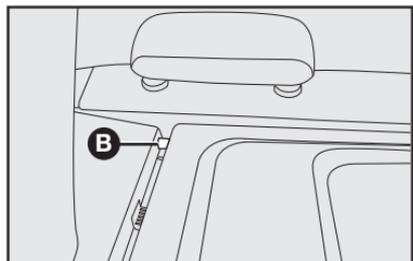

fig. 83
2) Destruar a cobertura do porta-malas dos pinos B-fig. 83 e removê-la.